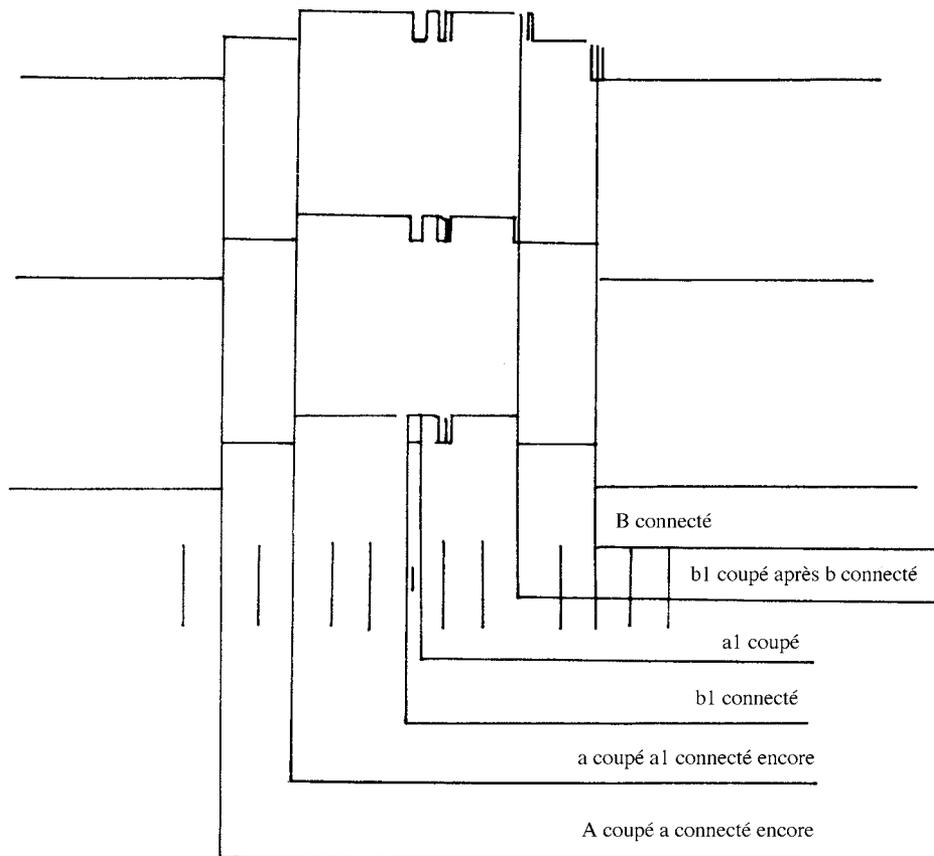

Fig. 8
6.3 Oscillogramme(fig.8) de la séquence de commutation